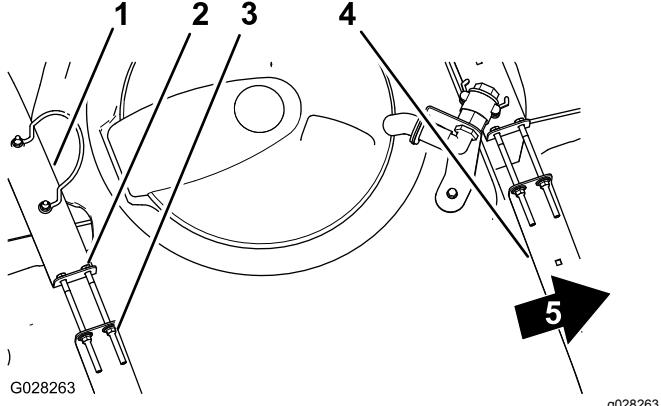

图 29
2. 检查药缸箍带与药缸之间是否有任何活动 图 29。
3. 如果药缸箍带与药缸之间有松动应拧紧箍带顶部的凸缘锁紧螺母和螺栓直到箍带与药缸表面齐平 图 29。